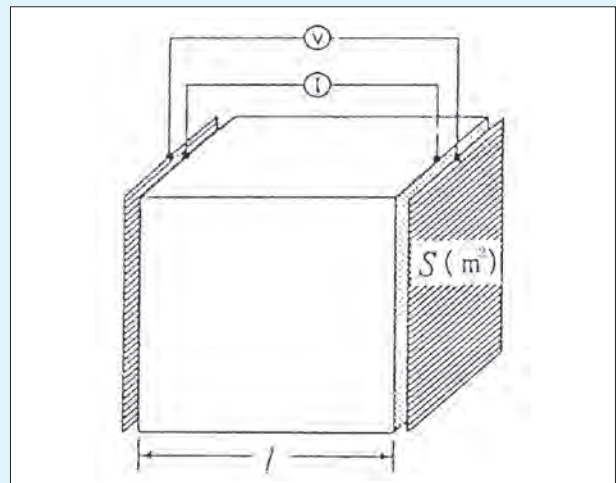

Fig.2.1 比抵抗の測定
電場(電界)はベクトルであり、電流密度も大きさと方向のあるベクトルです。電場と電流密度は比例関係にあり、その比例定数が導電率、その逆数が比抵抗です。**Fig.2.1**に均質の直方体の物質の比抵抗の測定方法の例を示します。金属片サンプルを挟み、電流を I (A) 流したときに両端の電圧 V (Volt) が測定されたとすると、このサンプルの比抵抗は内部に電流が均一に、電極板と直交方向に流